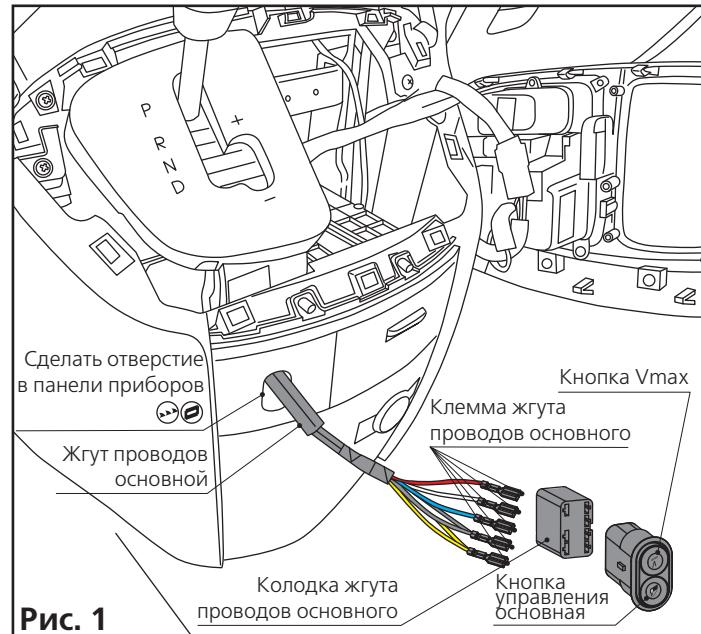
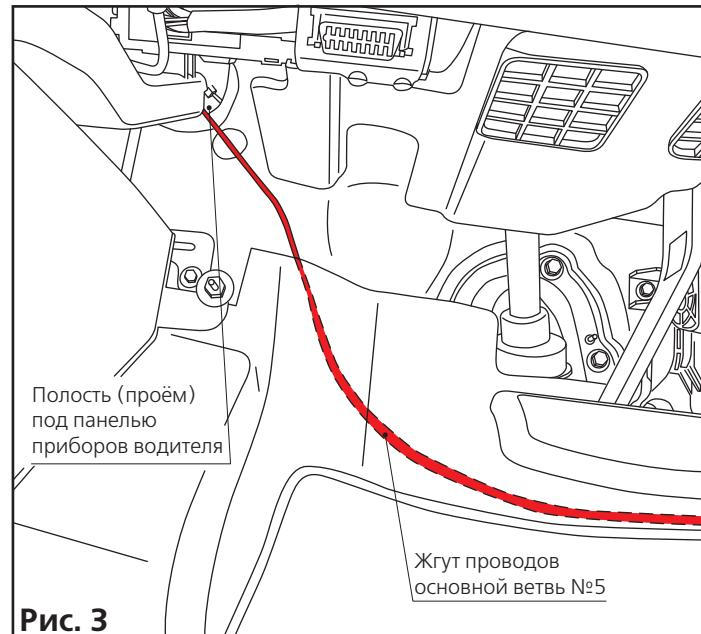

Рис. 1
Рис. 3
3.4.6 На рисунках 2 и 3 продемонстрирована прокладка жгута проводов основного, сверяя с рисунком на стр. 14. Начиная от места начала прокладки жгута проводов основного ветвь №1 по подножке правой сдвижной двери (рис. 2) через переднюю стойку к подножке передней правой двери жгута проводов основного ветвь №3 (рис. 3). Для удобства жгут проводов основной прикрепите к штатному жгуту проводов изолентой. Далее протяжка жгута проводов основного ветвь №3 идёт к панели приборов.
3.4.9 Протяните жгут проводов основной ветви №4 через отверстие в панели приборов и подсоедините клеммы к колодке, а колодку к кнопке управления основной (рис. 1).
3.4.10 Протяните жгут проводов основной ветви №5 из полости (прёма) панели приборов водителя (рис. 3, 4) к полости (прёму) под капотом (рис. 1, стр. 29) к аккумулятору (рис. 2, стр. 29). Жгут проводов основной ветви №5 скройте под ковриком пола водителя (рис. 3).